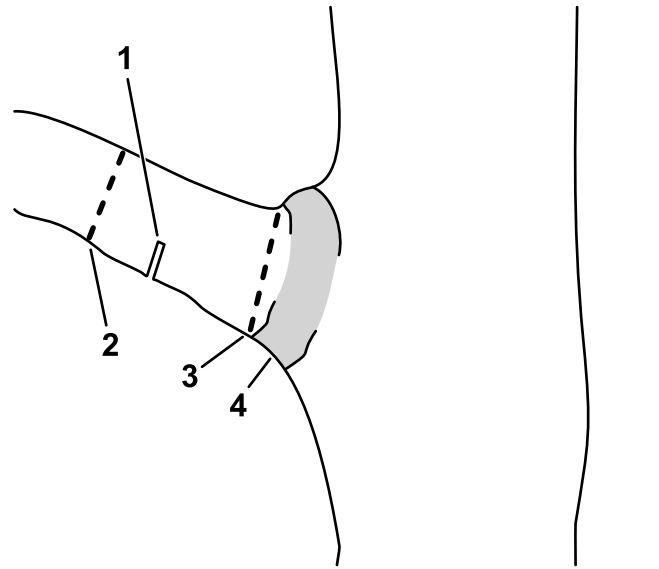

Figura 14
- Corte el muñón de la rama en el cuello de la rama (Figura 14).